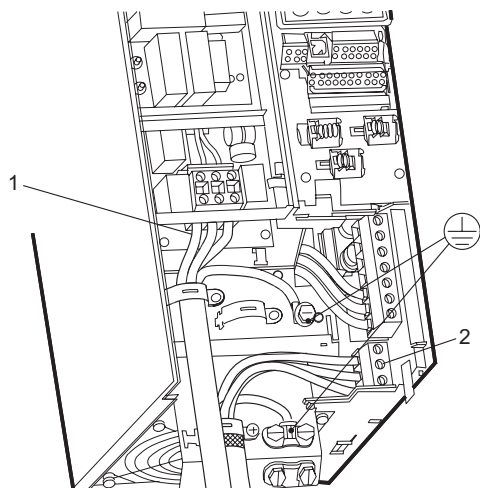

Рис. 24 Подключение питания и двигателя, В3
1. Подключите заземляющий провод к клемме 95 (РЕ). См. рис. 24 и 25.
1. Подключите заземляющий провод к клемме 99 (РЕ). См. рис. 24 и 25.
2. Подключите провода питания электродвигателя к клеммам 96 (U), 97 (V), 98 (W).